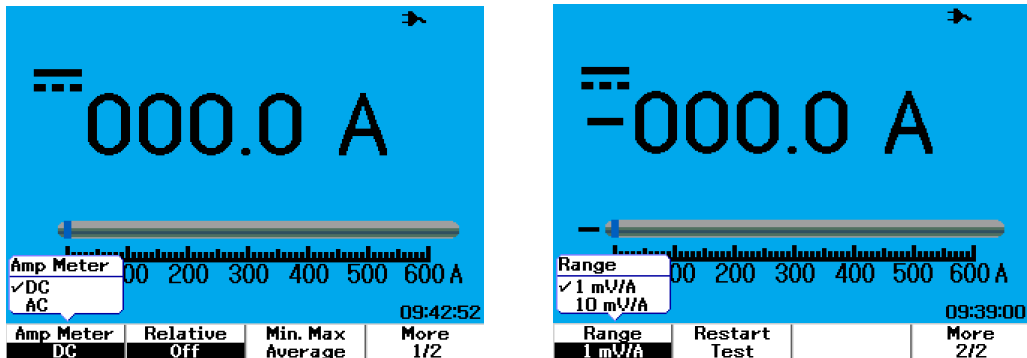

図4-9 電流測定
- 4 電流計サブメニューで、F1を押してAC電流またはDC電流測定を選択します（図4-9を参照）。
- 7 2/2ページのF1を押して測定レンジを選択します（図4-9を参照）。測定レンジは、電流アダプタの設定（1 mV/Aまたは10 mV/A）に基いて選択されます。